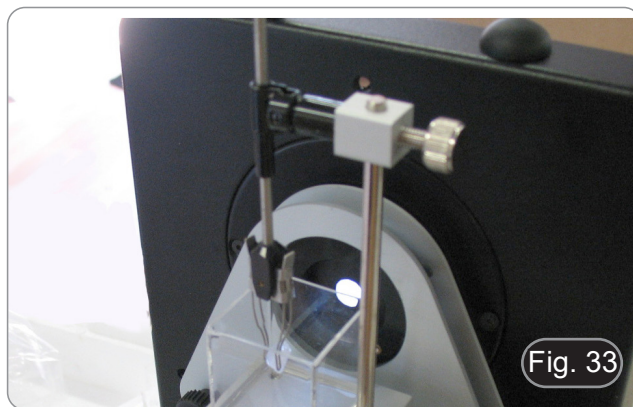

Fig. 33
5. Instalar o clipe para jóias na haste vertical, a fim de segurar a amostra dentro da célula de imersão. (Fig. 33)